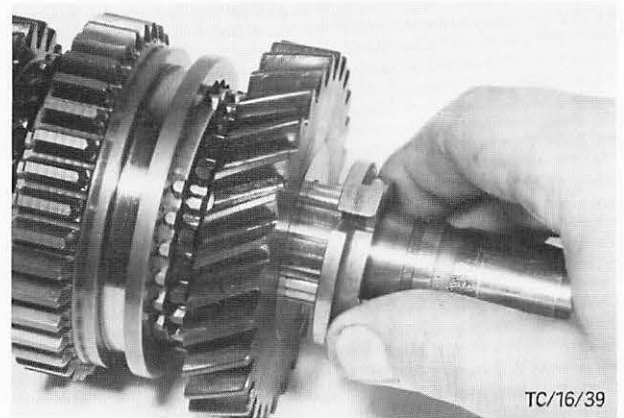

Abb. 98 Ölschöpf-scheibe (mit der Ölnut zum Zahnrad zeigend) montieren
28. Synchronring, Zahnrad 1. Gang und Ölschöpf-scheibe (mit der Ölnut zum Zahnrad zeigend) montieren. Abb. 98.